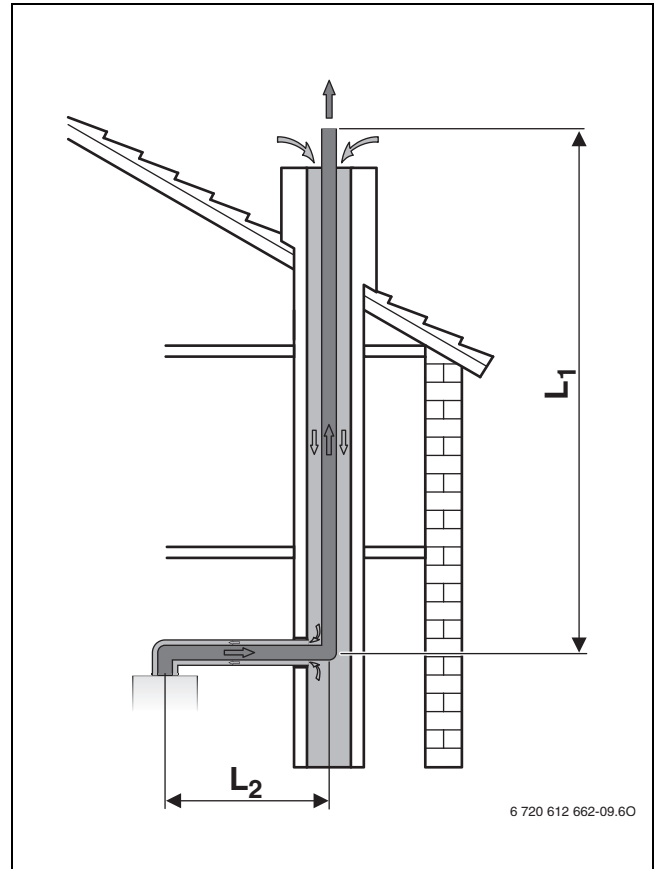

Fig. 17 Configuration C_{93}
- Si l'air de combustion est alimenté par le conduit à contre-courant (→ fig. 17 et 18), le conduit doit être nettoyé.